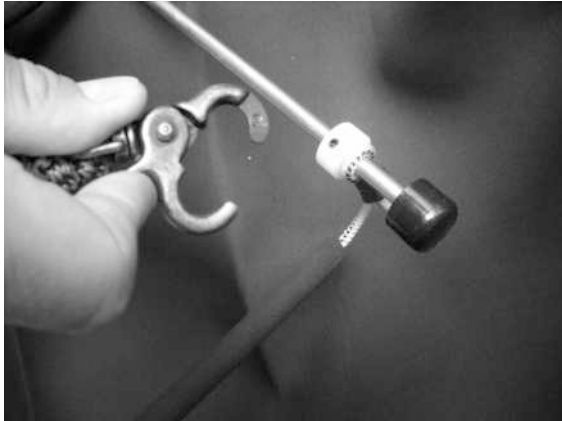

Fig. 3
1. Desabroche el mosquetón con la soga roja que se encuentra en la parte delantera de la silla. **Fig 3**